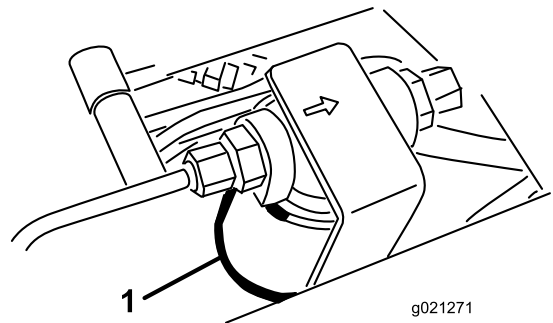
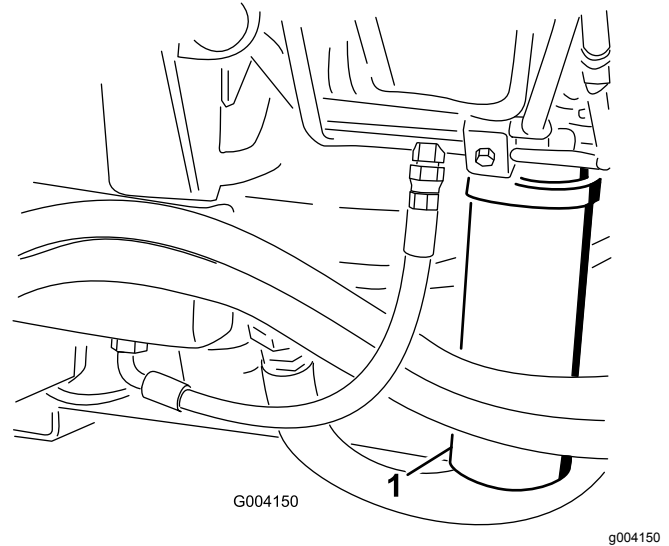

Bild 104
Bild 105
2. Reinigen Sie den Bereich um den Filterbefestigungsbereich und stellen Sie eine Auffangwanne unter den Filter (**Bild 104**) und (**Bild 105**).